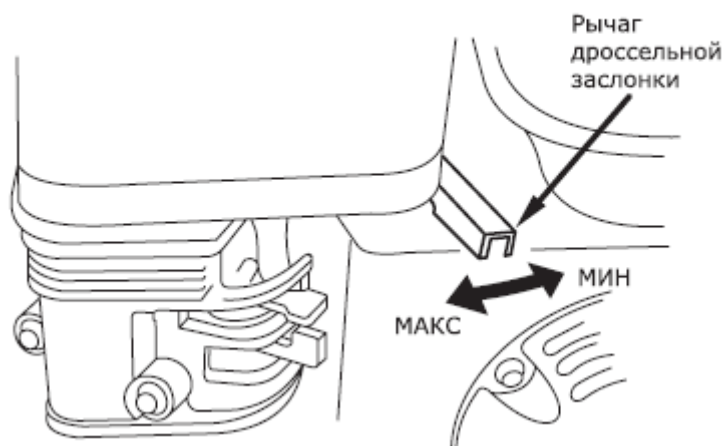

Рис.10 – Регулировка оборотов двигателя
- Запустите двигатель. Будьте внимательны! При вытягивании шнура стартера шнур может создавать отдачу. Возьмитесь за ручку шнура стартера. Медленно потяните шнур до возникновения сопротивления со стороны двигателя. Не допуская возврата ручки обратно потяните ручку ручного стартера более резко, но не вытягивая шнур на всю длину. Медленно (с натягом шнура) верните ручку в начальное положение (рис. 10). Процесс пуска не должен продолжаться непрерывно более 15-20 секунд. Между отдельными попытками пуска необходимо выдерживать паузу в течение 1 минуты.